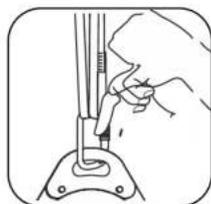

рис. 7
**ВНИМАНИЕ!** Запирающее устройство должно надежно фиксировать затвор (рис. 7, 8).